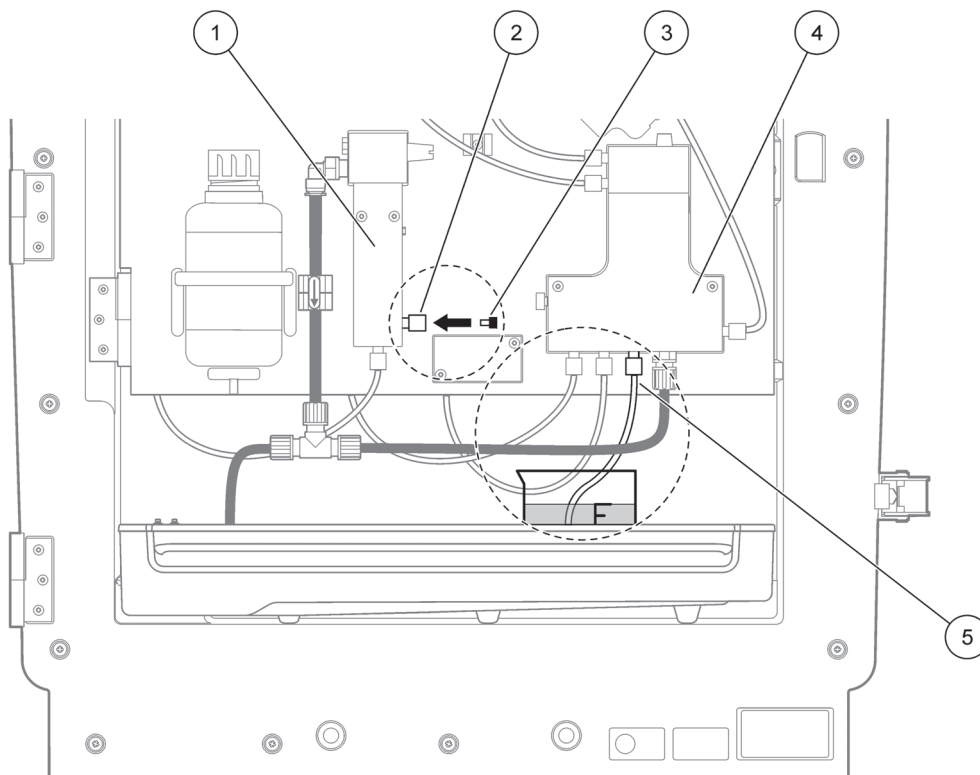

Figura 21 Modificação do AMTAX sc
7. Selecione ENTER para modificar o analisador (Figura 21 na página 57):
- a. Desparafuse o adaptador (item 2) do tubo de amostra (item 5) que conecta o receptáculo de transbordamento (item 1) e o bloco de válvula (item 4) na receptáculo de transbordamento.
- b. Parafuse o plugue rosqueado (item 3) na rosca do receptáculo de transbordamento (item 1) e insira o tubo de amostra em uma proveta (por exemplo, 150 mL) com solução padrão para a validação.